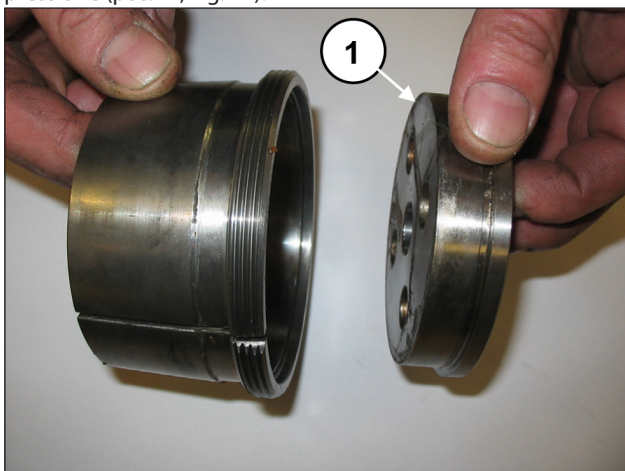

Fig. 22
Separare la flangia bloccaggio bussola dalla bussola di pressione (pos. ①, Fig. 22).